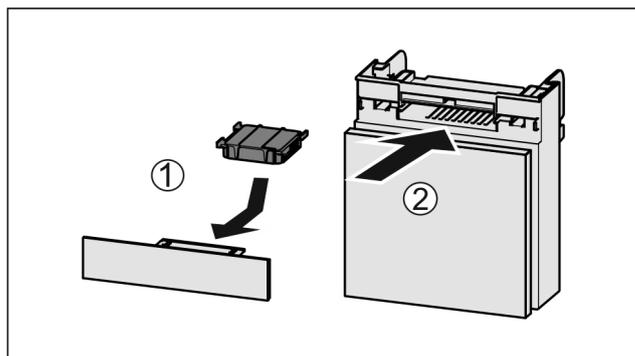

Fig. 121
- ▶ Поставете Fig. 121 (1) филтърът с активен въглен, както е показано на фигурата.
- ▶ Вкарайте Fig. 121 (2) отделениято.